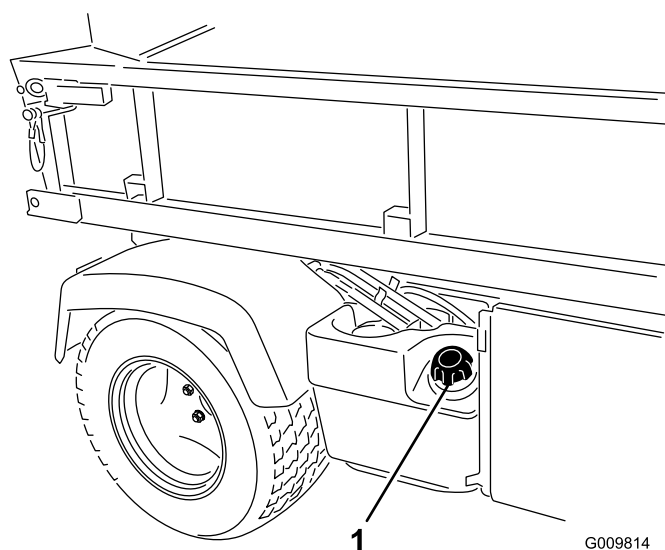

Figure 17
2. Enlevez le bouchon du réservoir de carburant (Figure 17).